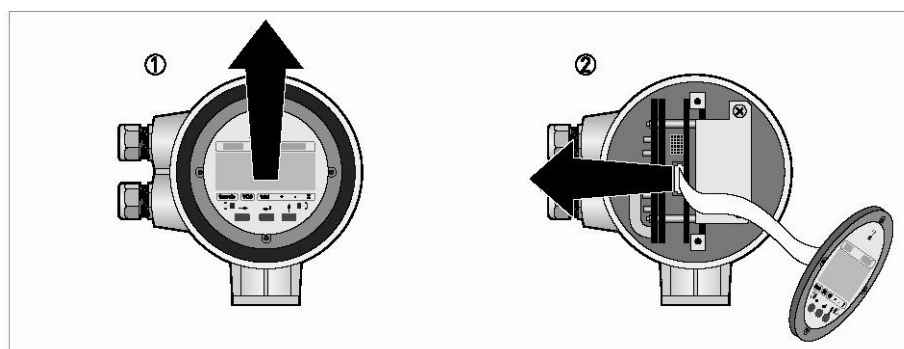

Рисунок 31
3. Открутите винты, крепящие плату дисплея (рис.31 поз.1), осторожно вытяните ее в сторону и отсоедините от разъема (рис.31 поз.2).
- открутите 2 винта, крепящих плату дисплея (рис.31 поз.1)